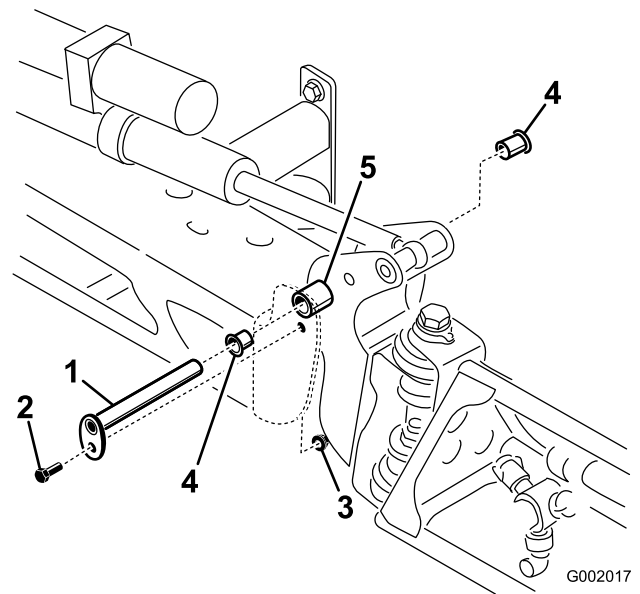

Figura 54
3. Com o peso da rampa suportado, retire o parafuso e a porca que seguram o pino de articulação à rampa (Figura 54). Retire o pino de articulação.
5. Retire e inspeccione as buchas de nylon dos lados dianteiro e traseiro do suporte de articulação (Figura 54). Substitua todas as buchas danificadas.
7. Monte a rampa e o apoio da articulação no chassis alinhando as aberturas (Figura 54).